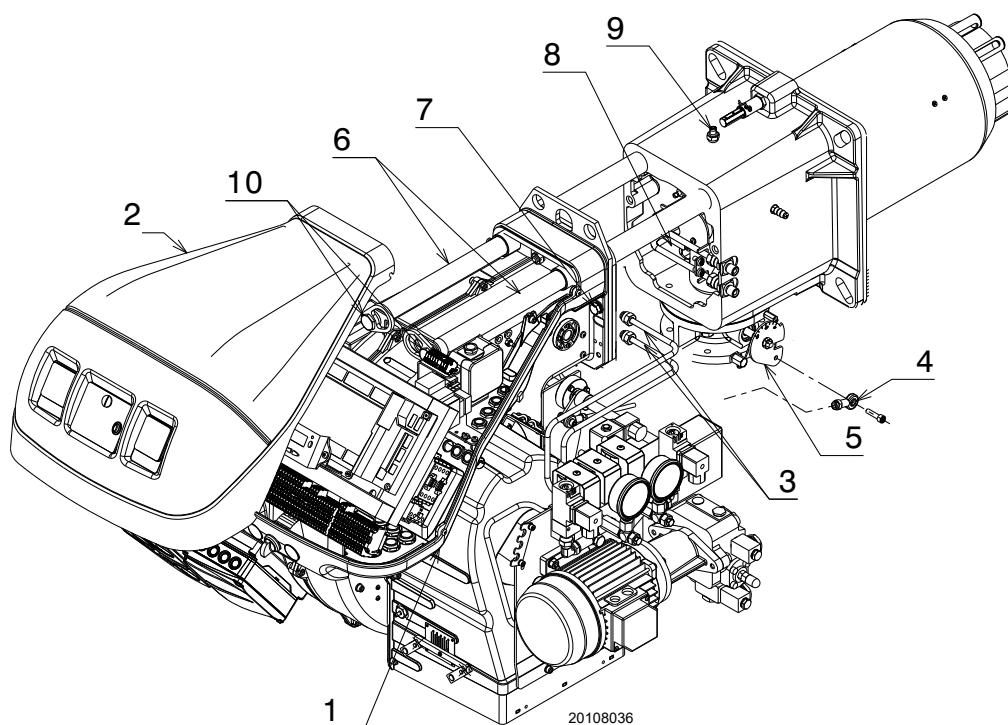

Fig. 59
- Aflojar los 4 tornillos 1)(Fig. 59) y sacar la tapa 2).